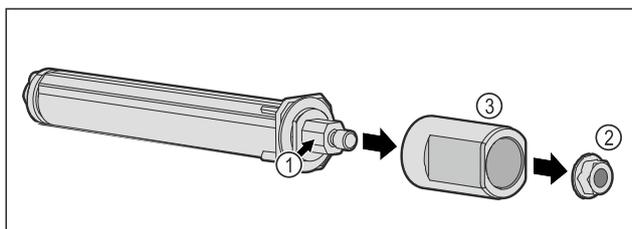

Fig. 54
- ▶ Μην αποσυναρμολογείτε το σύστημα κλεισίματος πόρτας Fig. 54 (1).
- ▶ Αφαιρέστε το παξιμάδι Fig. 54 (2).
- ▶ Αφαιρέστε το χιτώνιο Fig. 54 (3).